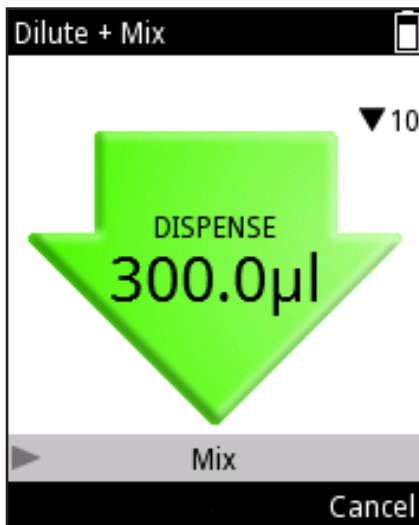

Abb. D31.
6. Drücken Sie den **Auslöser**, um die gesamte Flüssigkeitsmenge zu dispensieren (Abb. D31).